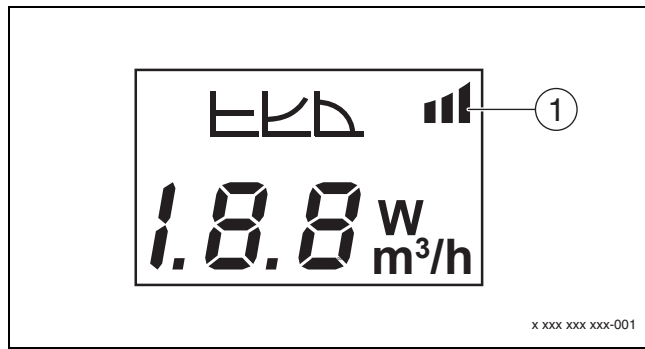

Fig. 8 Ecran
2. Pour régler le mode de fonctionnement souhaité, appuyer sur le bouton de commande pendant au moins 0,5 seconde, jusqu'à ce que le symbole pour l'instruction externe (→ figure 8 [1]) clignote.